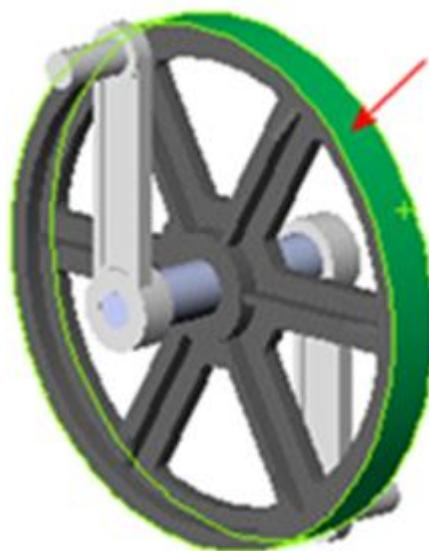

Рис. 3.4. Вибрана грань <1>
3.2. У графічній області виберіть зовнішню циліндричну поверхню шківа, показану на рис. 3.4.